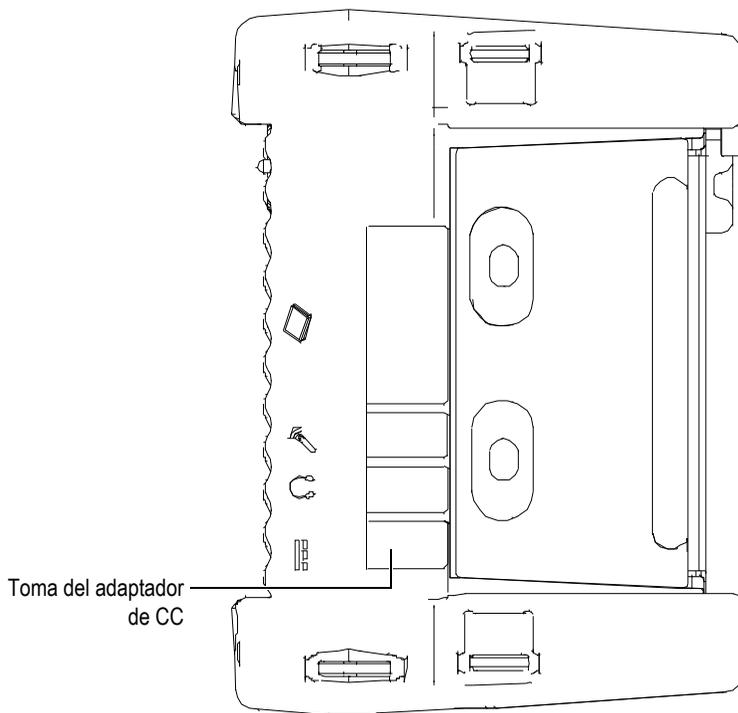

Figura 8-1 Conector del adaptador de CC del OmniScan MX/MX1
2. En la parte derecha del OmniScan MX/MX1, levante la cubierta de caucho que cubre el conector del adaptador de CC (vea la Figura 8-1 en la página 103).
3. Conecte el adaptador de CC al conector del adaptador de CC del OmniScan MX/MX1 (vea la Figura 8-1 en la página 103).